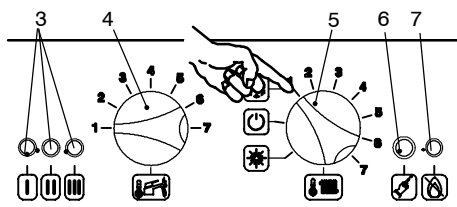

fig. 9.17
- 7 Quindi riposizionarlo in richiesta Riscaldamento/sanitario fig. 9.17